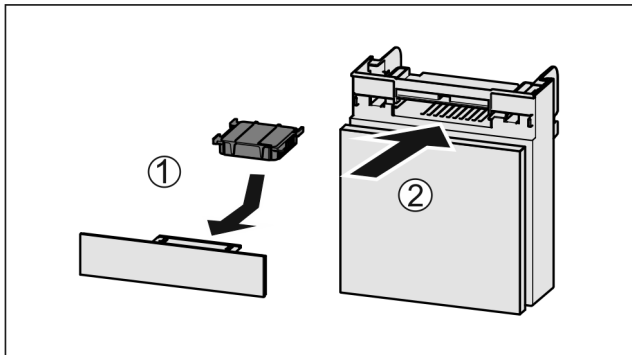

Fig. 129
- ▶ Actiefkoolfilter overeenkomstig afbeelding aanbrengen Fig. 129 (1).
- ▶ Lade erin schuiven Fig. 129 (2).